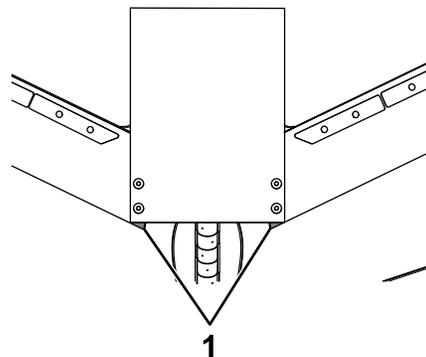

Figure 8
12. Coupez les coins intérieurs des 2 bandes latérales au niveau du bas de la bande centrale (Figure 8).